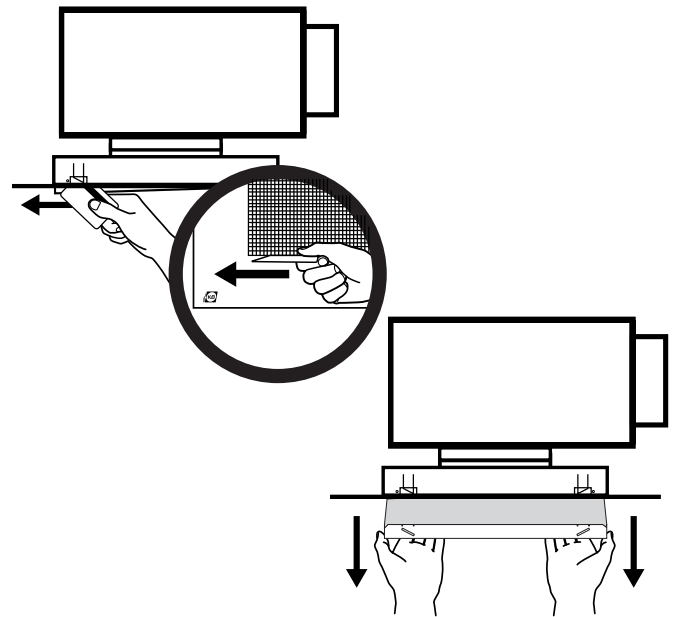

Bild 1. Donets front öppnas enkelt med ett plastort av kreditkortsstorlek.
- 1) Donets front öppnas genom att föra in ett plastkort i kreditkortsstorlek eller annat mjukt verktyg i springan vid KB-symbolen i donets front, bild 1.